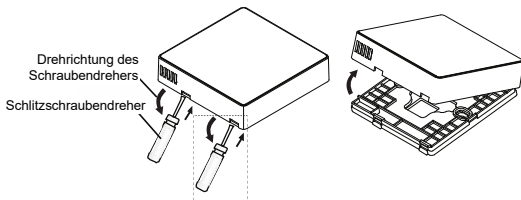

Abb. 3.3
- 1) Stecken Sie den kleinen Schlitzschraubendreher in die Aussparung im Unterteil der Kabel-Fernbedienung, und drehen Sie ihn in Pfeilrichtung des Pfeils an der Rückwand der Kabel-Fernbedienung. Achten Sie auf die richtige Drehrichtung, um die Rückwand nicht zu beschädigen. (Siehe Abbildung 3.3.)